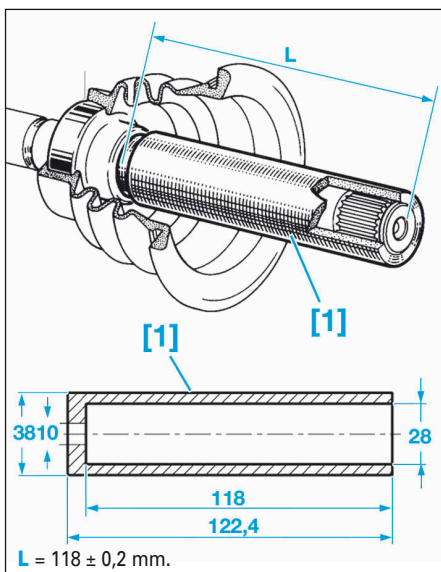

FIG.5
- [1]. Outil de mise en place du roulement de transmission gauche (Tav. 1331) (Fig.5).
• Reposer l'ensemble roulement et soufflet à la presse à l'aide de l'outil [1] (Fig.5).